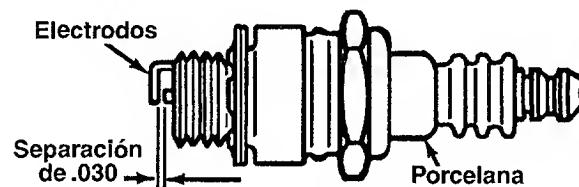

FIGURA 19
- Limpie la bujía y reajuste la separación .030" una vez por temporada por lo menos o cada 50 horas de operación. Se recomienda el reemplazo de la bujía al comienzo de cada temporada. Refiérase a la lista de piezas del motor para el tipo correcto de bujía. Vea la figura 19.